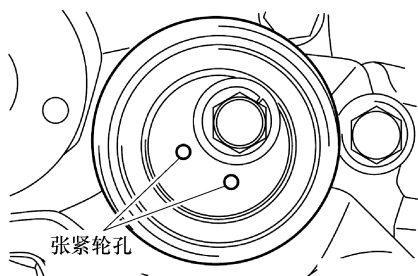

图 4-96 安装张紧轮
① 与台虎钳牙成直角, 将自动张紧器夹到台虎钳里。
② 用台虎钳渐渐将杆推入, 直至杆里的调整孔与气缸里的调整孔对齐。
③ 将一根钢丝 (直径 1.4 mm) 插入调整孔。
④ 从台虎钳上拆下自动张紧器。
(11) 张紧轮的安装 如图 4-96 所示安装张紧轮,使其孔排成直线。